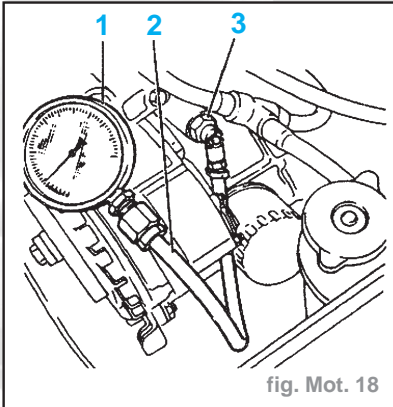

fig. Mot. 18
- Poser le raccord (3) et son flexible (2) (fig. Mot. 18).
- Brancher le manomètre (1).
- le manomètre (1)
- le raccord (3) et son fusible (2),